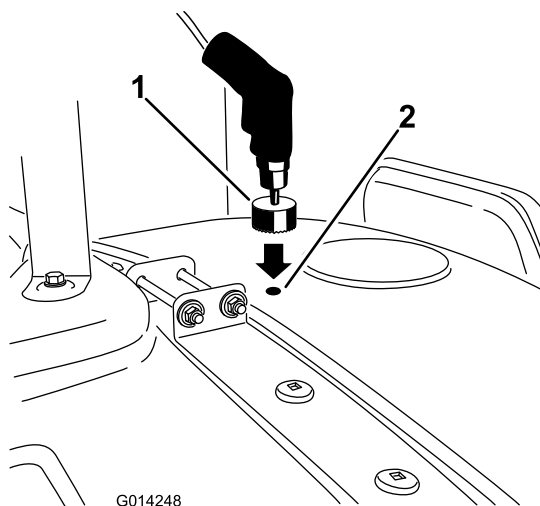

図 13
7. タンクの蓋の後ろ側にあるドリルマークに移動する 図 13。